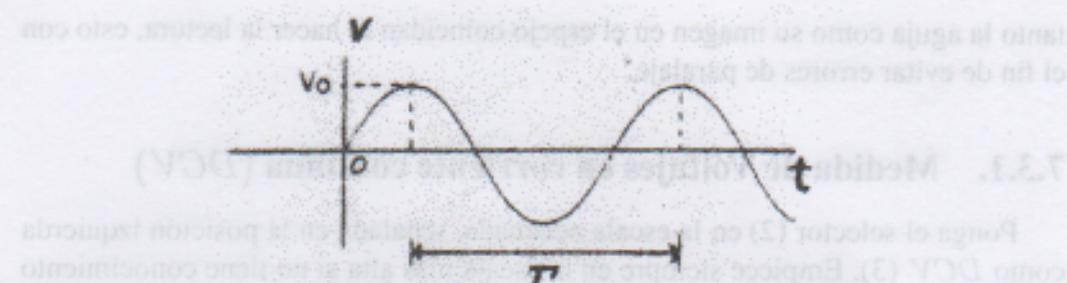

Figura 7.10: Señal sinusoidal
Comúnmente se usa el término *corriente alterna (CA)* para notar tensiones que varían sinusoidalmente con el tiempo, como se muestra en la figura 7.10.